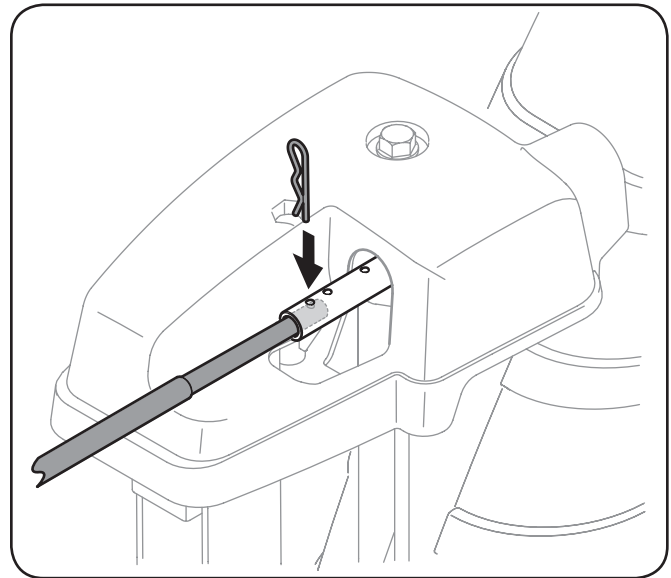

Figura 6-8
1. Retire el pasador de chaveta del orificio más cercano al conjunto del canal sobre el montaje de rotación del canal. Vea la Figura 6-8.
3. Vuelva a insertar el pasador de chaveta a través de este orificio y la varilla de control del canal. Vea la Figura 6-8.